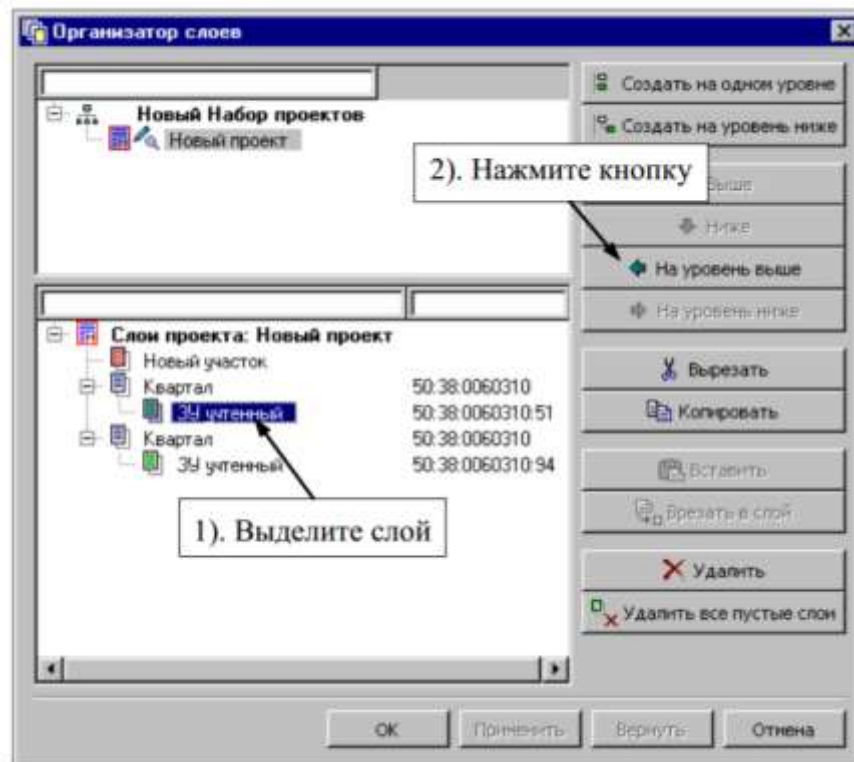

Рисунок 31– Организатор слоев
- В открывшемся диалоге **Организатор слоев** выделите сначала слой/объект *ЗУ Ученный*, например с кадастровым номером (КН) 50:38:0060310:51 и активизируйте кнопку **На уровень выше** (рис. 31)